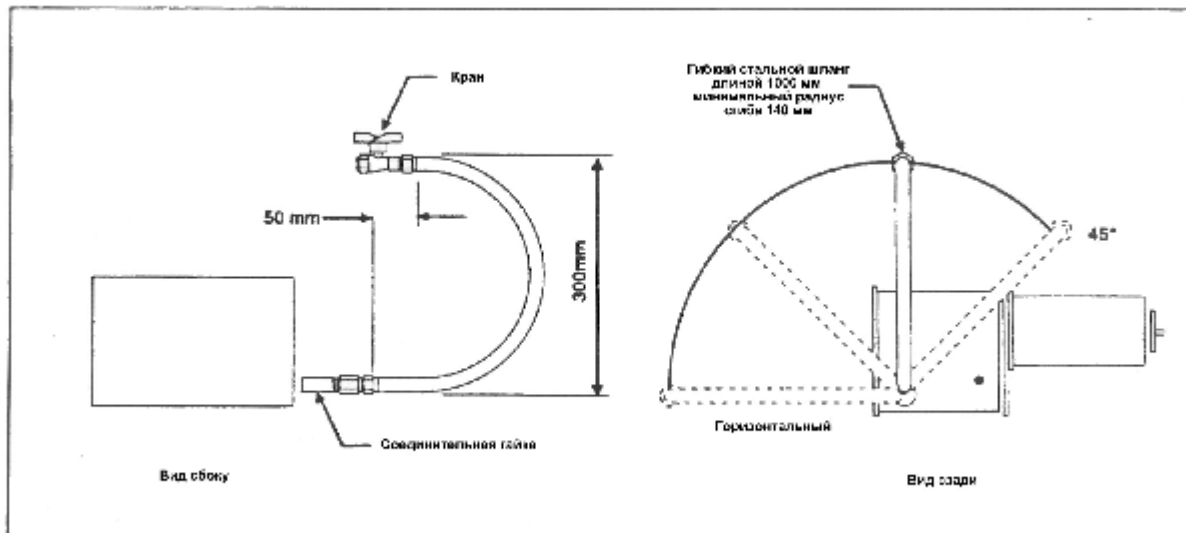

Рисунок 7. Стандартное подключение к газопроводу.
- 4.1.2 При подводке газа следуйте национальным стандартам и следующим параметрам (смотри Рисунок 7):